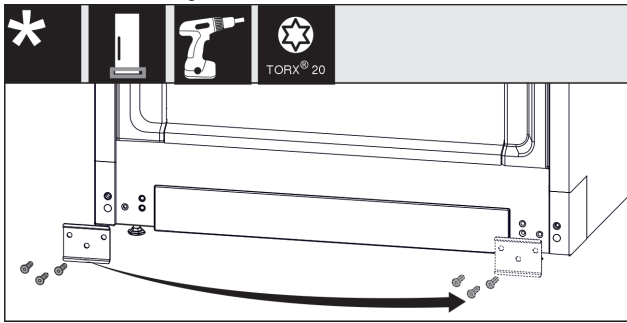

Fig. 13
- Skru av platen, flytt den til den andre siden og skru den på igjen. Fig. 13 (1)